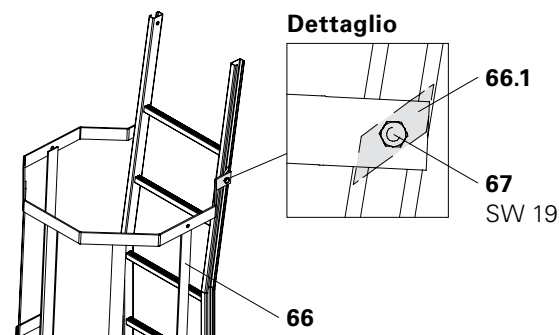

Fig. B1.42
1. Con una fune, posizionare e tenere ferma la gabbia di protezione (66).
2. Allentare leggermente le 4 viti ISO 4017 M12 x 25-8.8 (67), Ch 19, della piastra di fissaggio (66.1), inserire la piastra nel montante della scala, ruotarla e stringere la vite. (Fig. B1.42)